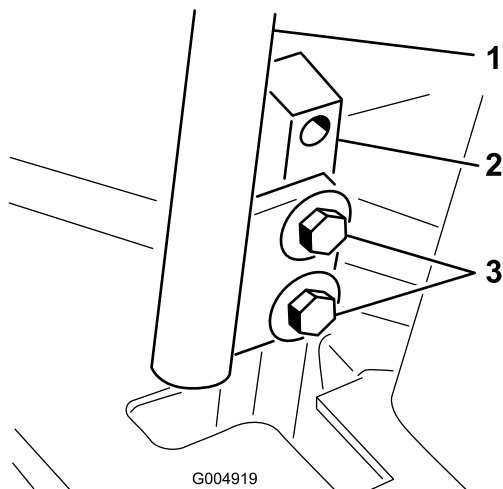

Figure 68
3. Desserrez les boulons de fixation des leviers de commande (Figure 68).